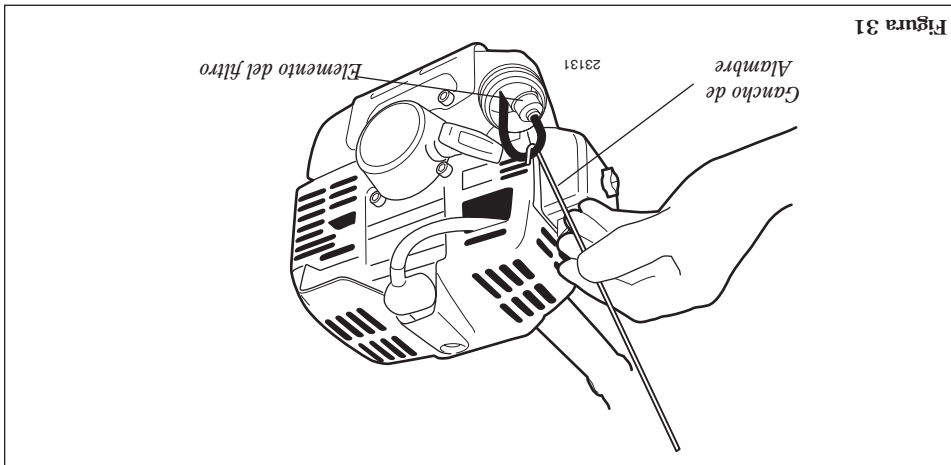

Figura 31
- Lubrique las estrías del eje principal. Use un gancho de alambre para extraer el filtro de combustible del tanque de combustible. Consulte la figura 31.